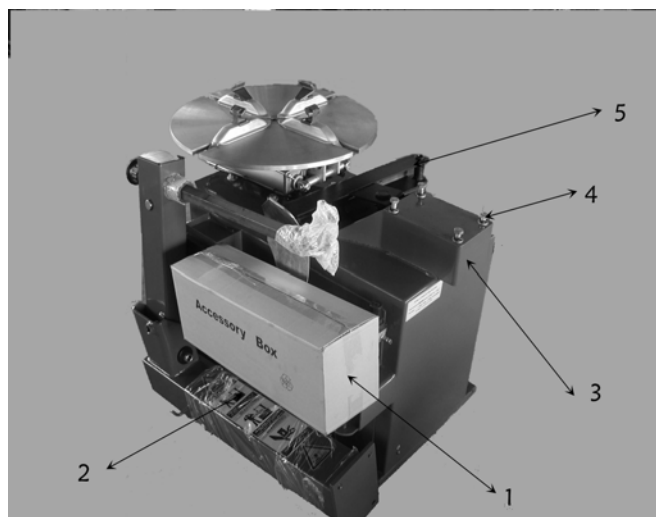
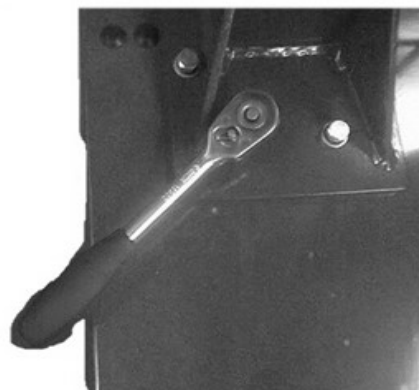

Рис. 4-1
Рис. 4-2
Как показано на рис. 4-1, распакуйте упаковочную коробку и достаньте принадлежности (1) рычаг для разбортирования (5) и колонну в сборе (2) и закрепите корпус, как показано на рис. 4.
4.2.6 Расположите колонку в сборе на корпусе так, чтобы предупреждающая наклейка была направлена в сторону. Равномерно затяните болт, снятую плоскую шайбу и эластичную шайбу, показанные на рис. 4-1. Момент затяжки составляет 70 Н·М (рис. 4-2). Для фиксации используйте динамометрический ключ.